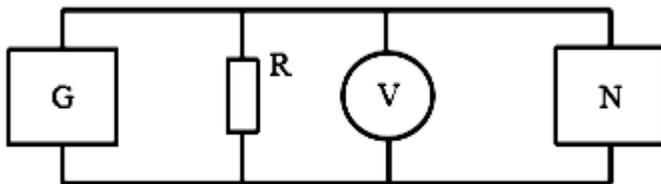

Рис. 7.6. Схема измерения напряжения исследуемого сигнала
7.20. Подайте исследуемый сигнал с генератора на вход Y осциллографа, используя схему рисунок 7.6.